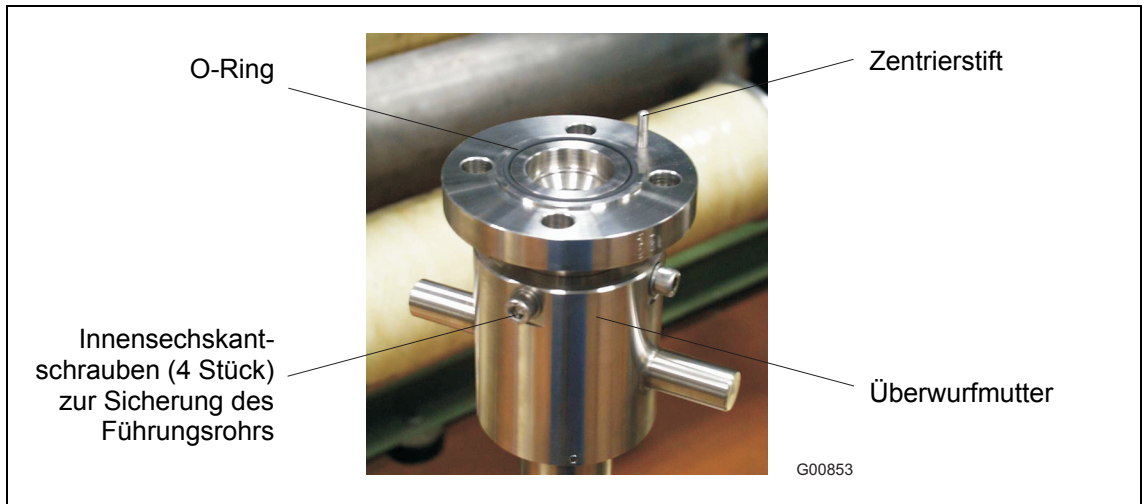

Abb. 10
- O-Ring (55 mm x 3 mm [2,16 x 0,12 inch]) in vorgesehene Nut einlegen (Abb. 10). O-Ring-Dichtung und Schrauben sind im Lieferumfang enthalten.